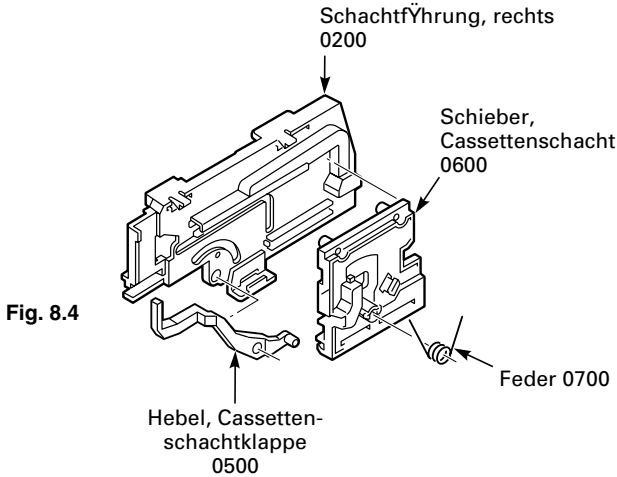

Fig. 8.4
- Feder (Pos. 0700) aushängen (Fig. 8.4).
- Cassettenschachtschieber (Pos. 0600) ganz nach hinten schieben und aus der rechten Schachtführungen (Pos. 0200) herausnehmen (Fig. 8.4).
- Danach kann der Cassettenschachtklappenhebel (Pos. 0500) herausgenommen werden (Fig. 8.4).